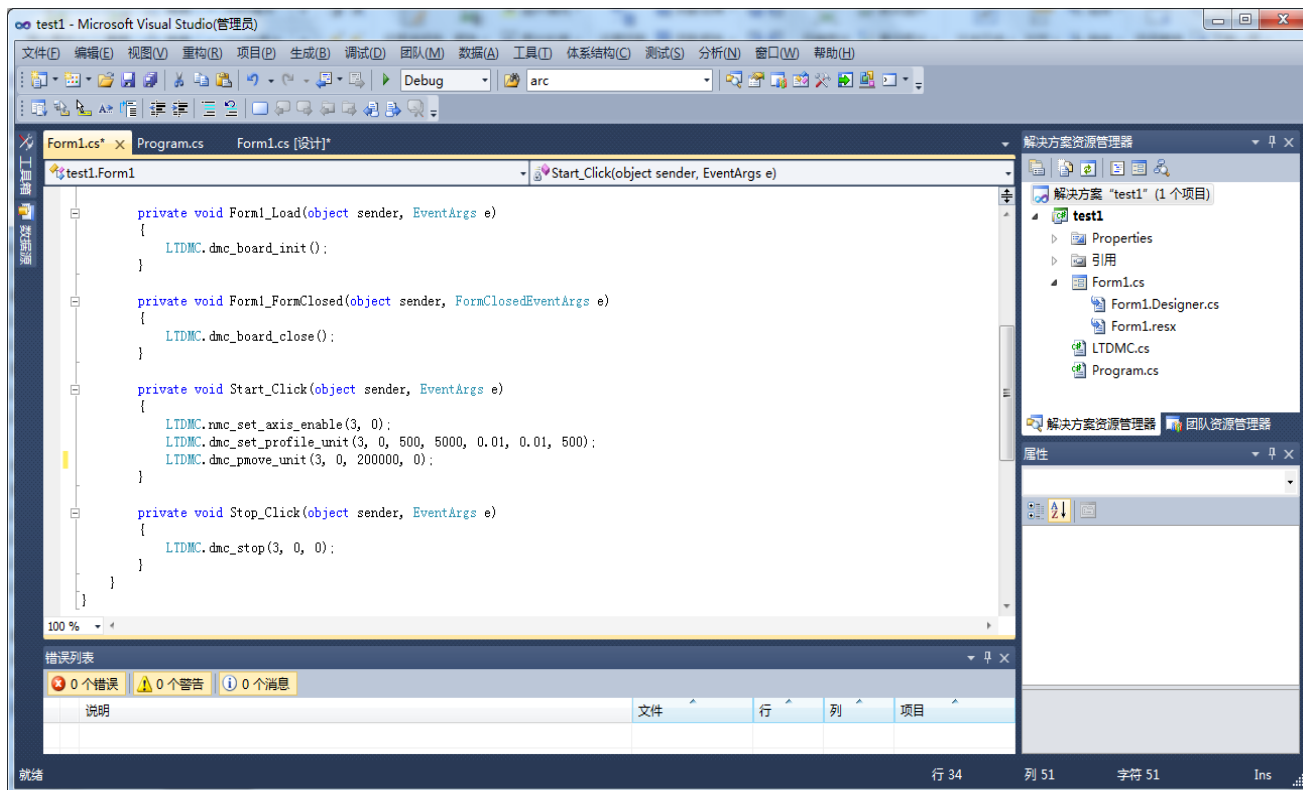

图 6.16 程序中调用运动控制卡库函数
7) 设定控制卡卡号为 3, 如图 6.16 所示, 双击窗口控件, 在 Form1_Load 事件中添加代码 LTDMC.dmc_board_init(); 双击属性窗口中 FormClosed, 在 Form1_FormClosed 事件中添加代码 LTDMC.dmc_board_close(); 双击“启动”按钮, 在 Start_Click 事件中添加代码如下: